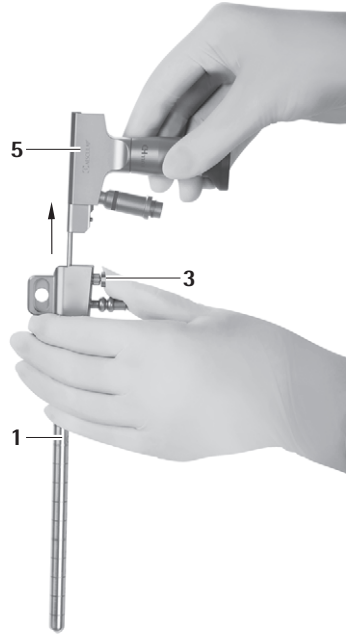

Fig. 8
► Pulsar el botón de desenclavamiento **3** y extraer el endoscopio **5** del trocar MINOP InVent 1, ver Fig. 8.